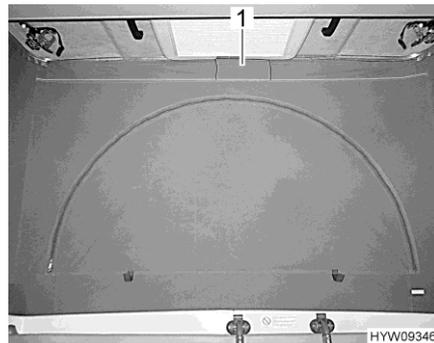

Fig. 33 Ventilación (cerrada)
- Separar el cierre velcro de la ventana de lona (Fig. 33,1) debajo del techo abatible. Atrás de la ventana de lona está instalada una rejilla de malla como protección de insectos.